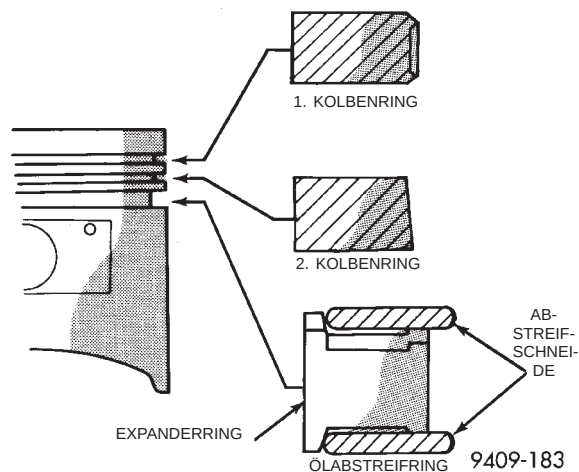

Abb. 81 Kolbenring—Einbau
(1) Der 1. und 2. Kolbenring haben verschiedene Querschnitte. Die Herstellerkennzeichnung muß nach oben zum Kolbenboden weisen (Abb. 81).